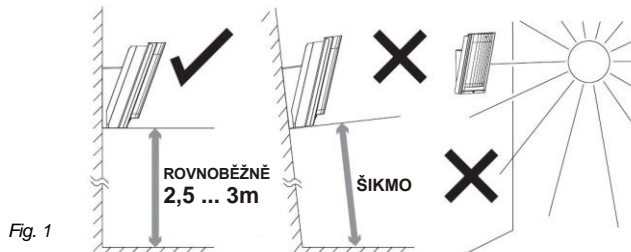

Fig. 1
- El detector debe estar instalado de manera que la parte baja de su cubierta esté orientada paralelamente a la superficie del espacio vigilado (se puede montar directamente en una pared o, si hace falta orientarlo, se puede utilizar el sujetador articulado suministrado). El incumplimiento de esta condición reduce considerablemente la resistencia a la activación de alarmas falsas (véase la fig. 1).